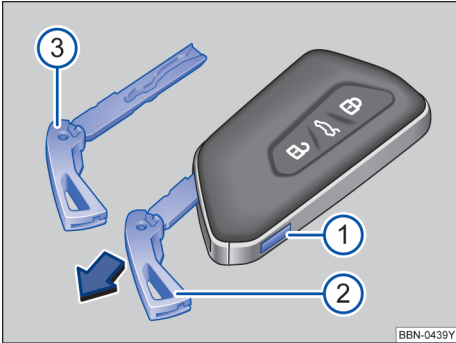

图 45 汽车钥匙：解锁应急钥匙
- ① 短促按压解锁按钮。向上翻起钥匙头。
- ② 按压解锁按钮，沿箭头方向拉出应急钥匙。
- ③ 应急钥匙。
在汽车钥匙中有一把用于手动解锁和锁止车辆的应急钥匙→图 45③→第 49 页。